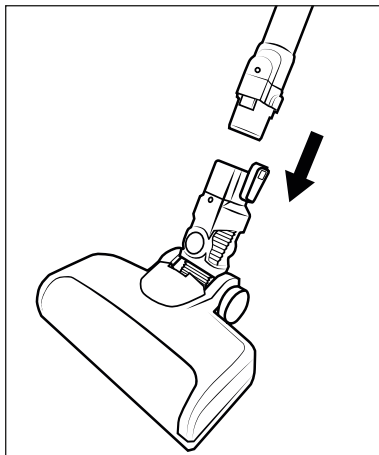

Fig. 2
- 2) Glissez le tube d'aspiration 24 dans la brosse de sol 22 jusqu'à ce qu'il s'enclenche de manière audible avec un clic (voir fig. 2).